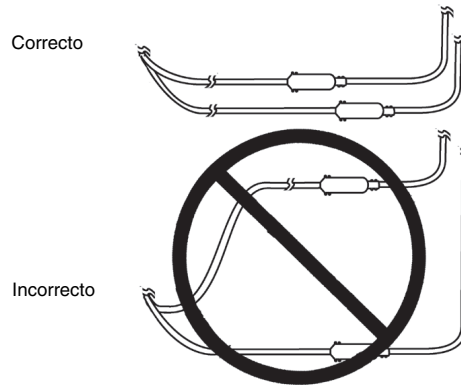

Figura 3. Dirección para dos electrodos-extensiones (o dos electrodos).
- Cuando se implanten dos electrodos, dirija los electrodos-extensiones de forma que el área que los separa quede reducida al mínimo (Figura 3). Si los electrodos-extensiones se dirigen en forma de bucle y el paciente queda expuesto a alguna fuente de interferencias electromagnéticas (como detectores antirrobo), puede percibir un aumento momentáneo en la estimulación que en ocasiones se ha descrito como estimulación molesta (sensación de sacudida o descarga).